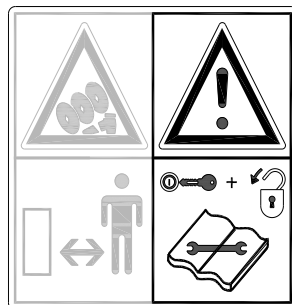
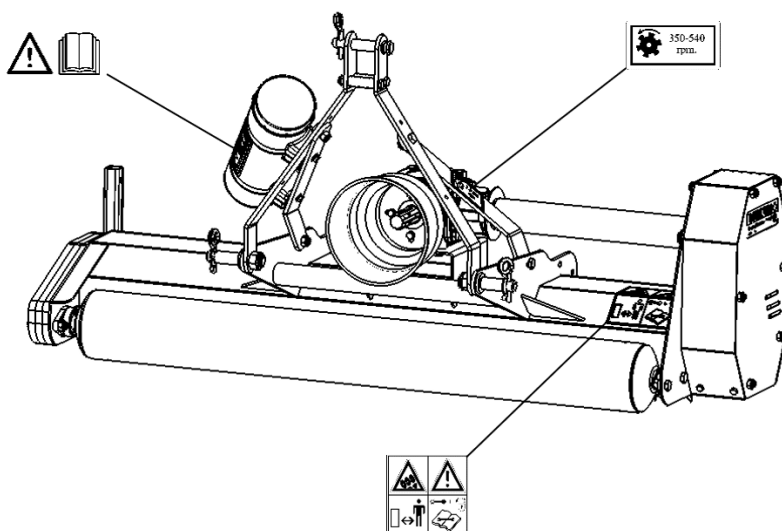

Fig. 3
Fig. 6
Vid underhåll, justeringar och reparationer **måste traktormotorn alltid stängas av och startnyckeln tas ur tändningslåset. Dessutom måste KRAFTÖVERFÖRINGSAXELN kopplas ur.** (Fig. 3)
På vertikalskäraren (Fig. 6) finns etiketter (Fig. 3,4,5) med säkerhetssymboler. Dessa säkerhetsetiketter måste alltid vara tydligt synliga och läsbara. Om de är skadade måste de bytas ut.
(7) Säkerhetsetiketternas placering. (Fig. 6)